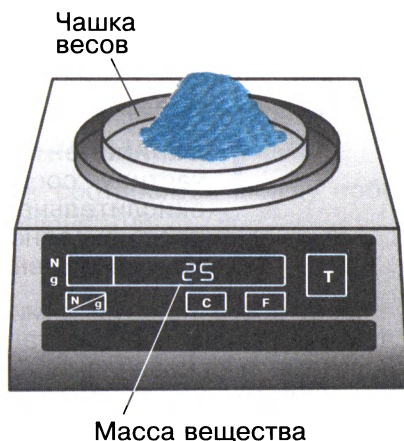

Рис. 2. На химических весах отмерена масса 0,1 моль кристаллогидрата $\text{CuSO}_4 \cdot 5\text{H}_2\text{O}$
Следовательно, молярная масса кристаллогидрата сульфата меди(II) равна 250 г/моль. Для того чтобы взять 0,1 моль данного вещества, необходимо взвесить 25 г этого вещества (рис. 2).